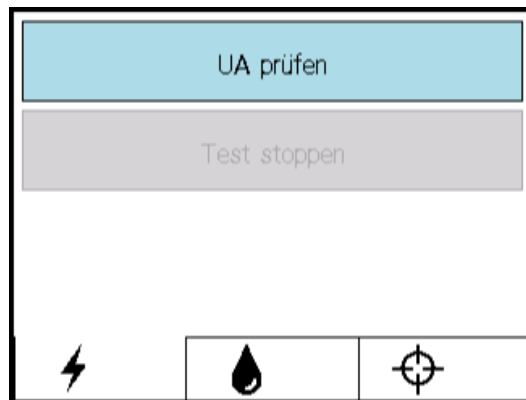
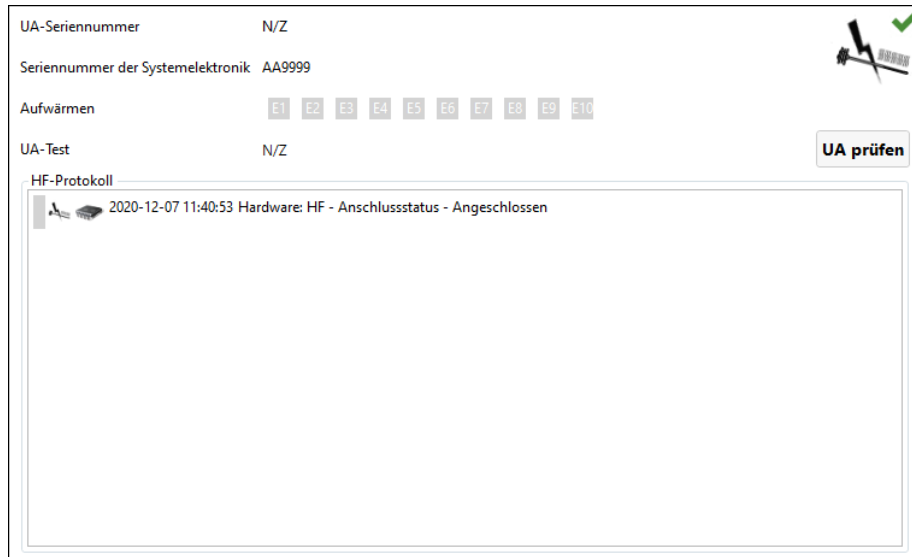
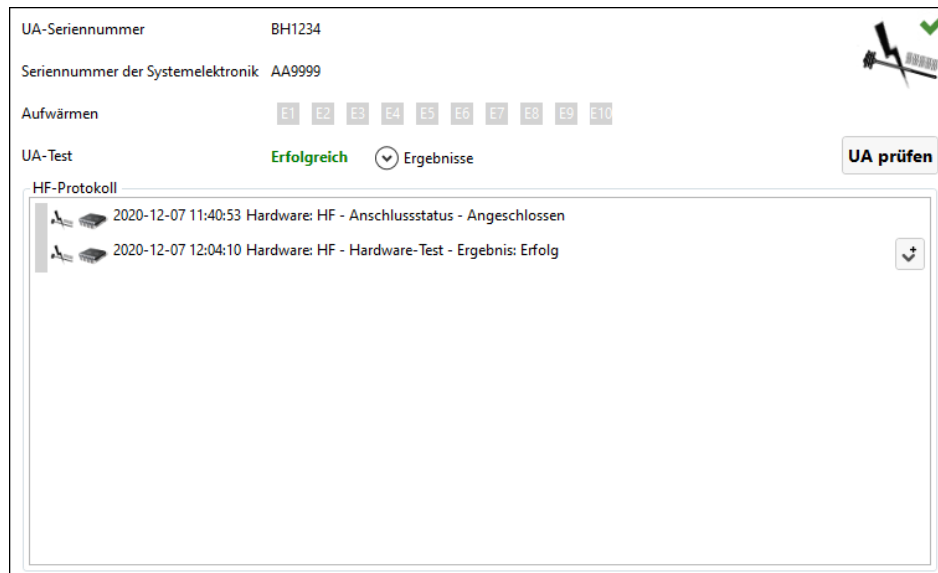

Abbildung 36: PSIB-Anzeige – Registerkarte „HF“
Abbildung 37: HF-Informationsbox im Arbeitsbereich „Einrichtung“
Abbildung 38: HF-Informationsbox nach erfolgreichem UA-Test
- Klicken Sie auf der Registerkarte **HF** der PSIB-Anzeige (*Abbildung 36*) oder in der HF-Informationsbox im Arbeitsbereich *Einrichtung* (*Abbildung 37*) auf **UA prüfen**. Das System sendet kurze Leistungspakete an alle zehn UA-Elemente, um Kontinuität und Funktion aller zehn Kanäle sicherzustellen.
Nach Abschluss des HF-Leistungstests zeigt die PSIB eine kurze Meldung an (Abbildung 36). Detaillierte HF-Testergebnisse finden Sie in der HF-Informationsbox der TDC-Software (Abbildung 38).